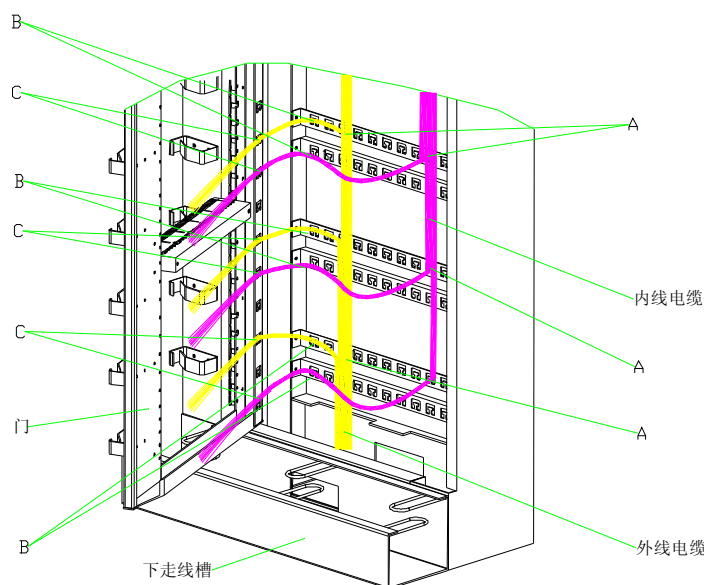

图 8
- 1) 电缆开剥，参照图8（A、B、C点分别为扎电缆处）A点与B点之间长度为350毫米，B点与C点之间长度为500毫米，C点与电缆末端长度为400毫米；